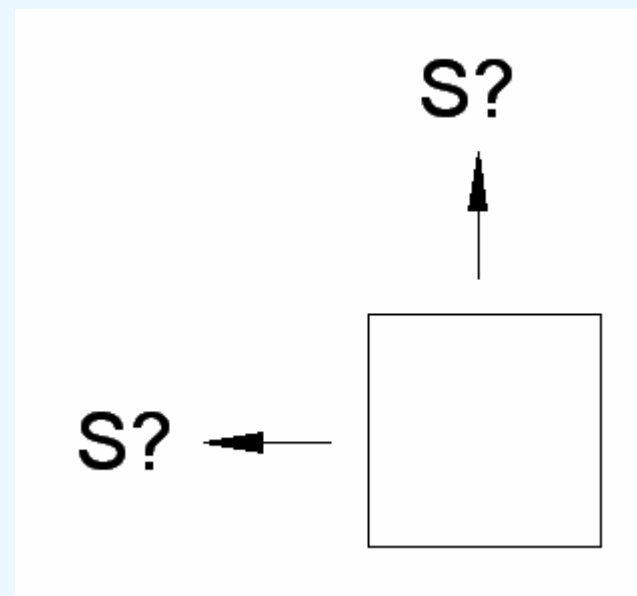

图1
- 2-1、磁铁不能做成正方形，因为做成正方形后不容易区分N、S极。（如图1）